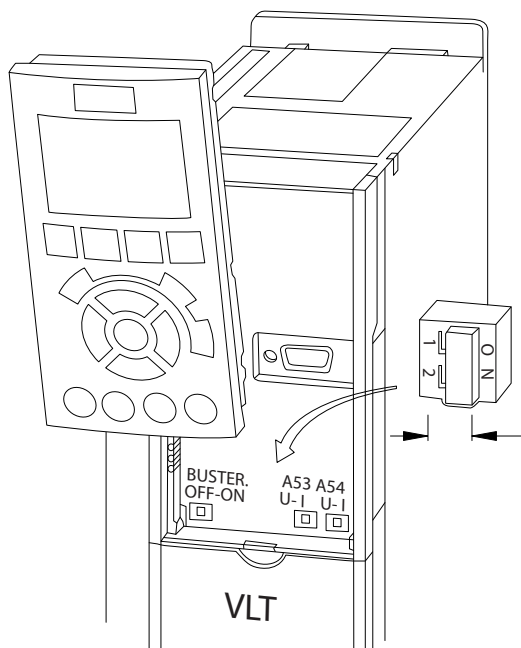

Ilustración 4.13 Ubicación de los conmutadores de los terminales 53 y 54
1. Retire el panel de control local (consulte la *Ilustración 4.13*).
- Cada segmento debe terminarse en ambos extremos, utilizando bien el conmutador de terminación (term. de bus activado / desactivado, consulte la *Ilustración 4.13*) de los convertidores de frecuencia, o bien una red predispuesta de resistencias de terminación.